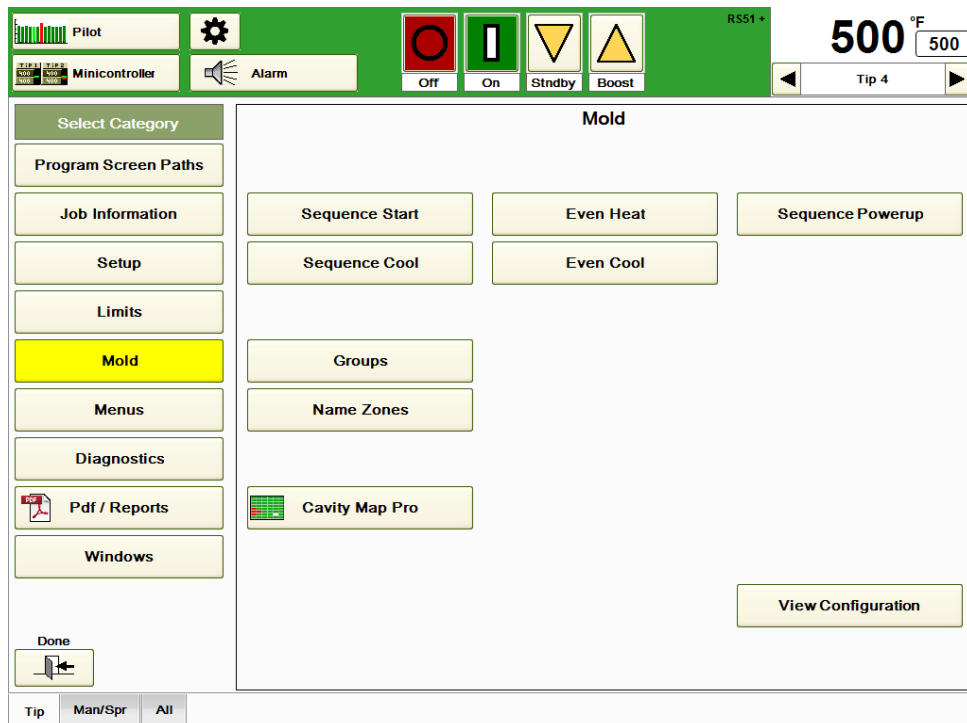
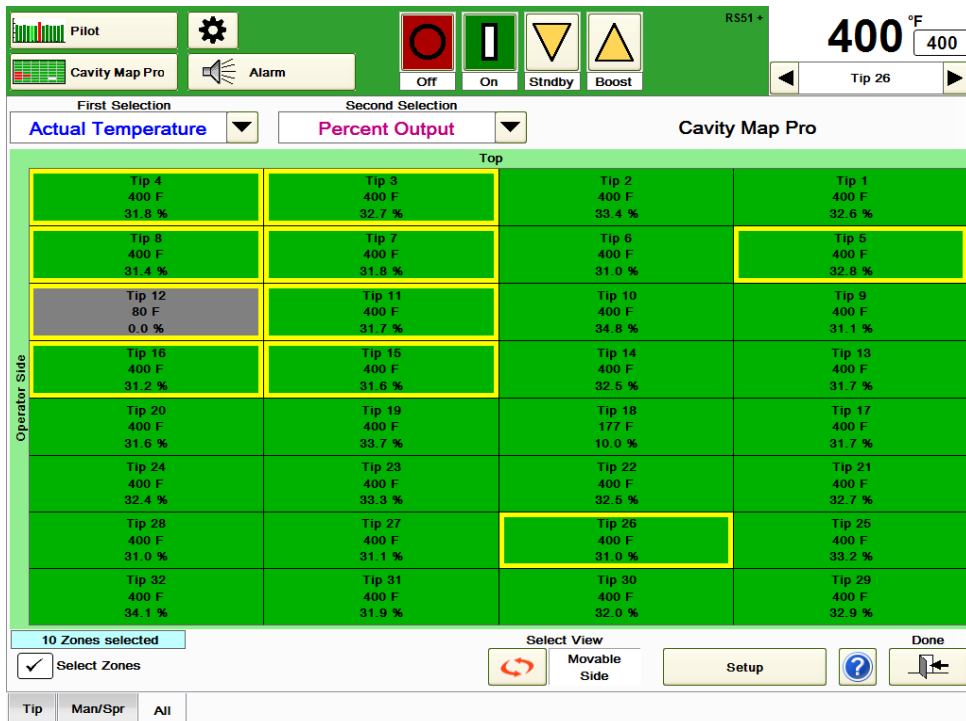
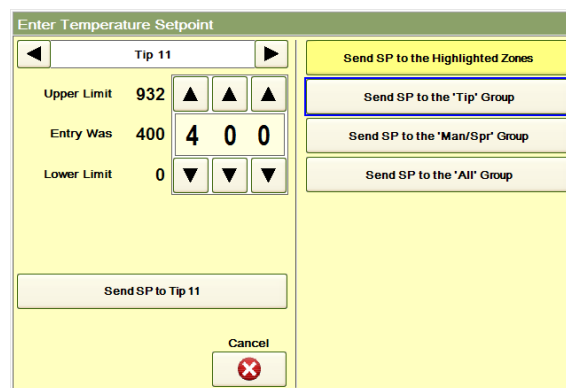

Abbildung 15a Form
Abbildung 15d Cavity Map Pro™
Abbildung 15e Funktionen für markierte Zonen (Sollwertänderung)
- Gehen Sie zur Einrichtung von Cavity Map Pro™ für ein Werkzeug mit nicht rechteckiger Konfiguration (wie das in Abbildung 15d gezeigte Werkzeug) folgendermaßen vor:
Jetzt kann der Nutzer durch die Auswahl von **Cavity Map Pro™** auf dem in Abbildung 15a gezeigten Bildschirm auf Cavity Map Pro™ zugreifen. Es erscheint ein ähnlicher Cavity Map Pro™ Bildschirm wie in Abbildung 15d (in dem der in Abbildung 15b erstellten Plans verwendet wird).
Mithilfe der Dropdownbox-Pfeile **Erste Auswahl** und **Zweite Auswahl** kann der Nutzer zwei Variablen, die auf dem Plan angezeigt werden sollen, auswählen. Zur Auswahl stehen *Keine, Ist-Temperatur, Abweichung, prozentualer Output, Heizenergie, Heizspannung, Heizleistung, Heizwiderstand, Temperatur-Sollwert* und *manueller Output-Sollwert* in %. In Abbildung 15d werden Ist-Temperatur und prozentualer Output verwendet. Ausgeschaltete Zonen sind grau hinterlegt. Gesperrte Zonen haben einen grauen Hintergrund mit einem Sperrsymbol (Düse 12 in Abbildung 15d). Zonen in Alarm sind rot hinterlegt. Eingeschaltete Zonen ohne Alarm haben einen grünen Hintergrund. Zur Änderung von Einstellungen können durch einfaches Drücken der Zonen auf dem Bildschirm einzelne oder mehrere Zonen ausgewählt werden. Ausgewählte Zonen sind, wie die in Abbildung 15d gezeigten 8 Zonen, gelb umrandet. Die Düsen 3, 4, 7, 8, 11, 12, 15 und 16 wurden durch Berührung von Düse 4 und anschließendes Ziehen des Fingers bis zu Düse 15 ausgewählt. Dann wurden die Düsen 5 und 26 einzeln ausgewählt. Jetzt können Funktionen, wie *Ein- und Ausschalten von Zonen, Sollwertänderungen* oder *Änderung des Status Auto/Manuell* durchgeführt werden. Wird auf den Sollwert gedrückt, so erscheint der Bildschirm aus Abbildung 15e. Zusätzlich zu den normalen Optionen wird **Sollwert an markierte Zonen senden** angezeigt.